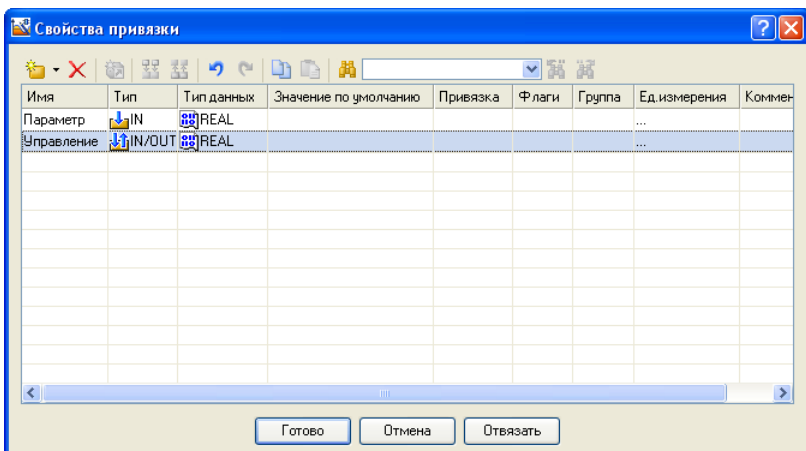

Рис. 5
4.2.6. Натисненням ЛК в полі **Результат** викликати табличний редактор аргументів. Створити ще один аргумент і задати йому ім'я **Управління**. Змінити тип аргументу на **IN/OUT**, кнопкою **Готово** підтвердити прив'язку атрибуту ГЕ до цього аргументу (див. рис. 5).